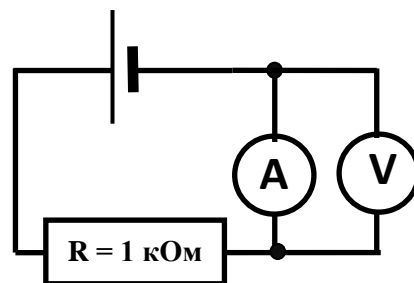
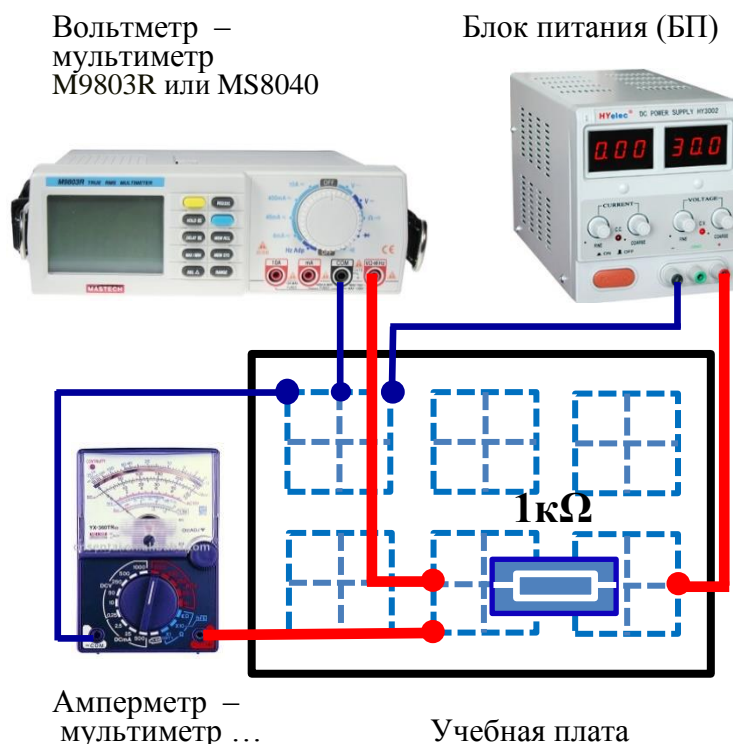

Рис. 10. Схема для определения внутреннего сопротивления амперметра.
Рис. 11. Блок-схема для определения внутреннего сопротивления амперметра.
Рассчитайте силу тока в цепи рис. 10, если сопротивление амперметра $r_A \ll R$ ($R = 1 \text{ КОм}$), а напряжение на блоке питания 30 В. Запишите в табл. 1.
2. Для определения внутреннего сопротивления амперметра соберите схему с рис. 10 (блок-схема – на рис. 11). Для сборки схем используйте электронный конструктор 3В (гнезда платы, соединенные белыми линиями,